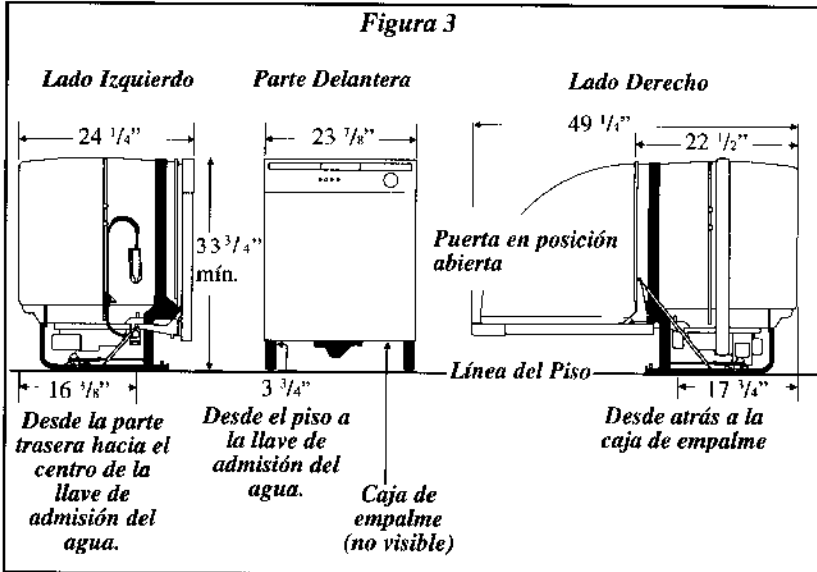

Figura 3
1. Examine las dimensiones en la Figura 3 para ubicar las conexiones del desagüe, del agua y eléctricas del lavavajillas.
2. Observe las ubicaciones del suministro eléctrico y de la caja de empalme eléctrico del lavavajillas en el lado inferior derecho del lavavajillas detrás del conjunto de la placa inferior. Ver Figura 3.
1. Determine donde va a conectar el lavavajillas al suministro de agua caliente. Examine la Figura 3 y observe la ubicación de la llave de admisión del agua.